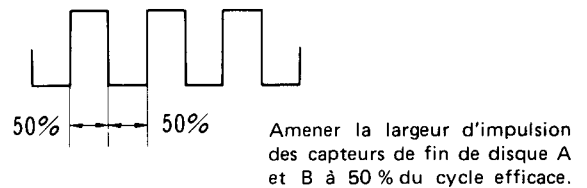

Fig. 14-3 Forme d'onde de sortie 1
5. Tout en veillant à ce qu'aucune lumière extérieure n'atteigne le capteur, régler VR1 et VR2 de manière à ce que la forme d'onde de sortie (impulsion) pour les capteurs A et B soit d'environ 50 % du cycle efficace (Fig. 14-3, 14-5).